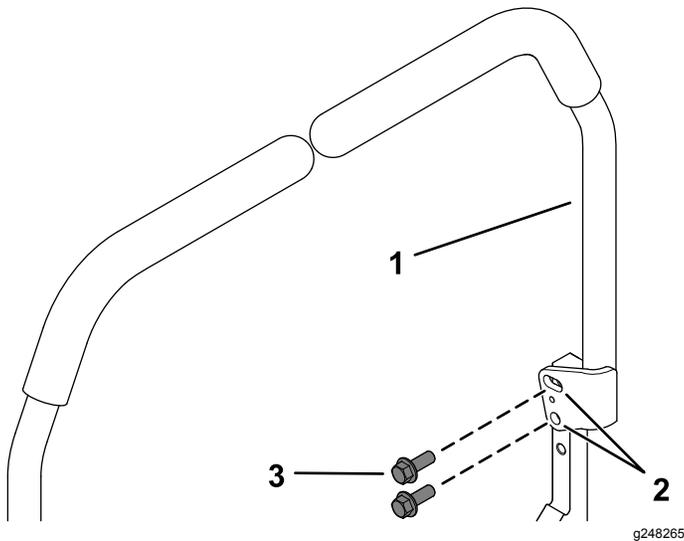

Figura 4
- Para aumentar la altura de las palancas en 5.7 cm (2¼"), instale los 2 pernos en el juego de taladros superior (Figura 4).